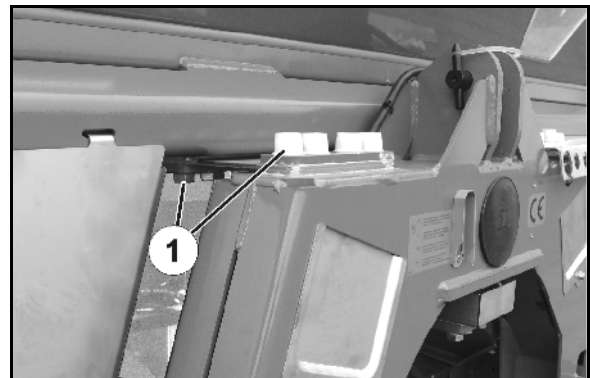

Bild 52
Avståndet mellan begränsningsskruvarna (Bild 52/1) och vägningsramen ska vara minst 2 mm.
1. Lossa kontramuttern (Bild 52/2)